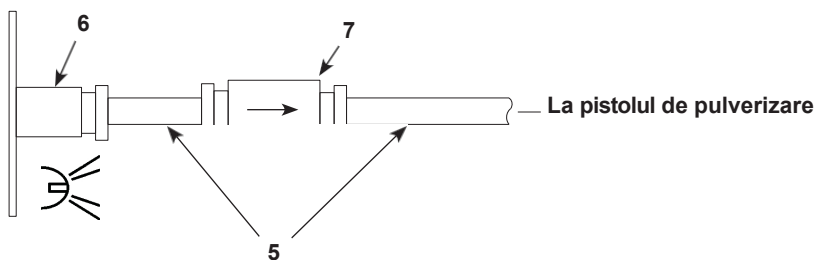

Figura 4 Supapa de control al debitului și conexiunea tubului de spălare cu aer
- a. Conectați tubul negru de 6 mm (4) la racordul de deconectare rapidă a aerului de purjare.
- b. A se vedea figura 4. Conectați tubul transparent de 4 mm (5) și supapa de control al debitului (7) furnizate cu sistemul la conectorul de spălare a aerului (6) de pe dispozitivul de control al pistolului de pulverizare, după cum se arată.